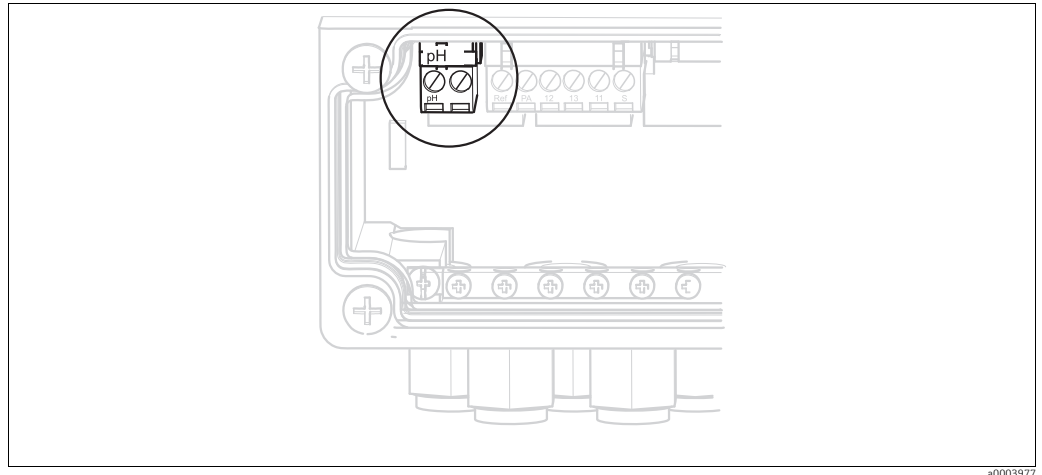

Abb. 25: pH-Klemme am Gehäusedeckel
3. Entfernen Sie die am Gehäusedeckel befindliche Klemme "pH" (s. Abb. 25) aus dem Gerät und ersetzen sie durch die mitgelieferte Klemme "DRN/SRC".